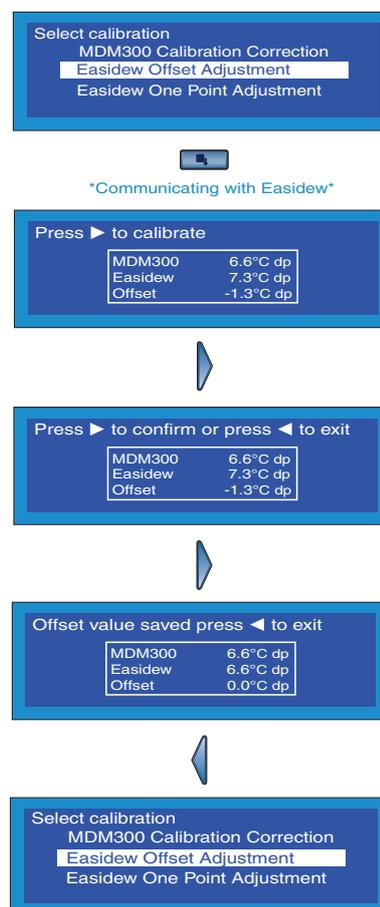

Рис. 35 Регулировка смещения Easidew
4. Теперь отображается экран корректировки смещения, который содержит размер смещения ($-1,1^{\circ}\text{C}$) между показаниями MDM300 и внешнего передатчика в примененной точке росы, как показано на рис. 35.